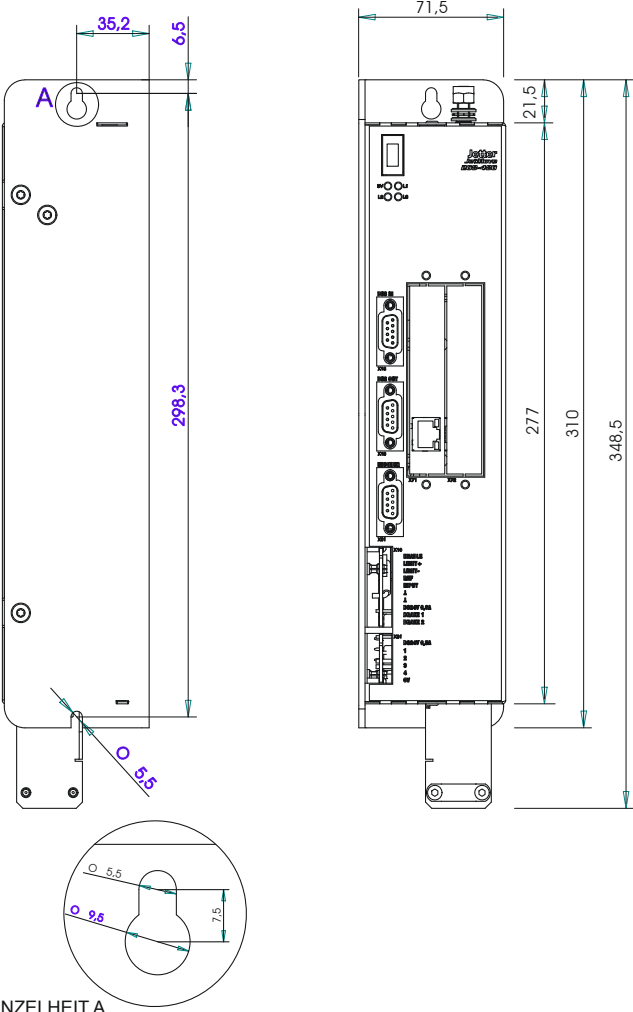

Abb. 4: Rück- und Frontansicht des Gehäuses des JetMove 204-480 mit Bohrungen
-  Markieren Sie auf der Montageplatte zwei Stellen für die Befestigungsgewinde des JetMove 204-480 (siehe Abb. 4, Seite 25).
Einbaulage	Senkrecht (siehe hierzu Abb. 4 Seite 25) Für ausreichende Luftzirkulation ist oberhalb und unterhalb des Gehäuses ein Freiraum von mindestens 100 mm einzuhalten.